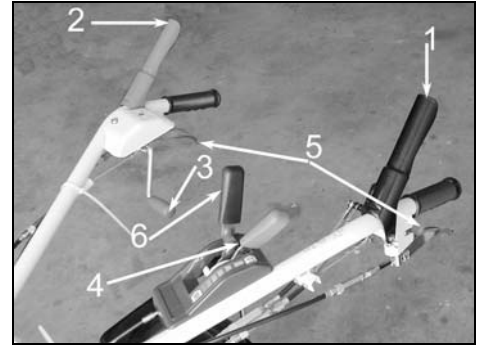

Figure 14
- Pour embrayer le rotor, appuyez et maintenez la poignée (figure 14, repère 2), puis tirez doucement la poignée d'embrayage du rotor (figure 14, repère 3).
- Actionnez la poignée d'avancement (figure 14, repère 1), puis accélérez à fond. Le débroussaillage débute.
- Relâchez les poignées d'avancement (figure 14, repère 1) et d'embrayage de coupe en même temps (figure 14, repère 2).